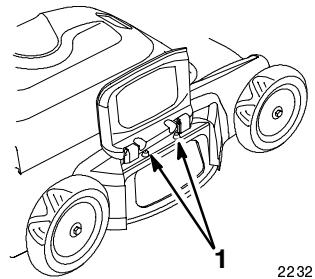

Figure 8
- Accrocher l'éjecteur latéral sur les chevilles (Figs. 8 et 9).